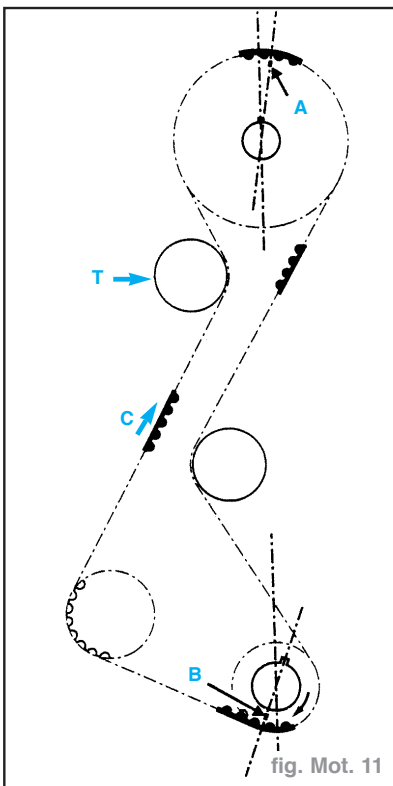

fig. Mot. 11
- le sens de montage flèche (C) placée entre la roue crantée d'arbre intermédiaire et le galet tendeur (fig. Mot. 11),
- entre (A) et (B) **61 têtes de dents** (fig. Mot. 11).
- Tendre la courroie par le galet tendeur (T) jusqu'à l'obtention de **29 unités SEEM** (fig. Mot. 11 et 13)